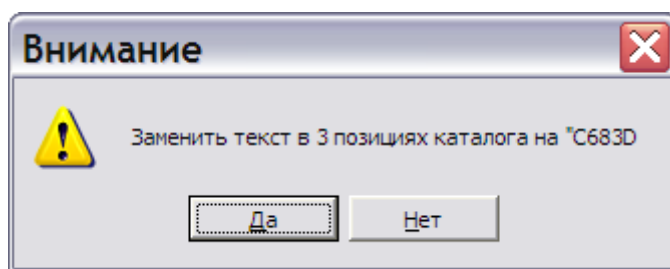

Рис. 6.48
6. Вызовите контекстное меню и выберите команду **Вставить**. После этого появится окно с предупреждением (Рис. 6.48).